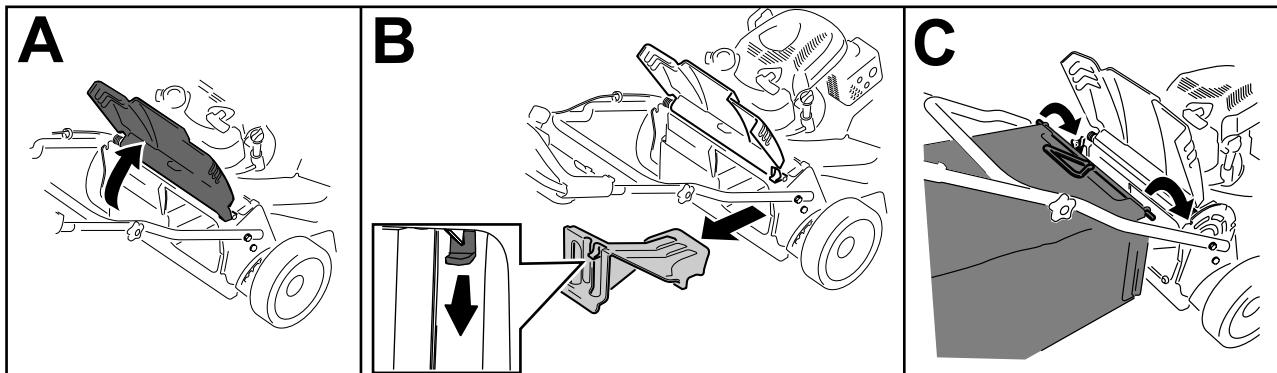

Figura 24
1. Levante y sujeté el deflector trasero (Figura 24, A).
2. Retire el tapón de descarga trasera tirando hacia abajo en el enganche con el dedo pulgar y extrayendo el tapón de la máquina (Figura 24, B).
3. Instale la varilla de la bolsa en las muescas de la base del manillar y mueva la bolsa hacia adelante y hacia atrás para verificar que la varilla está asentada en el fondo de cada muesca (Figura 24, C)